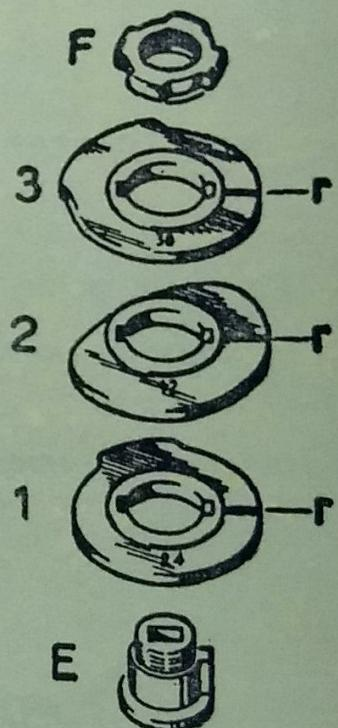

FIG. 58
- Escoger el primer disco e introducirlo en el manguito o casquillo porta-discos "E" (fig. 58): la cara del disco que lleva el número escogido debe quedar vuelta hacia arriba;